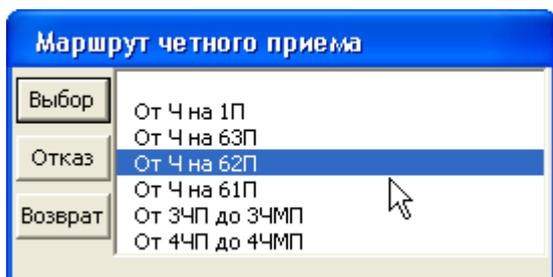

Рис. 4.1. Окно команд задания маршрутов из меню.
- в окне команд с перечнем маршрутов (Рис. 4.1) выбрать наименование устанавливаемого маршрута;